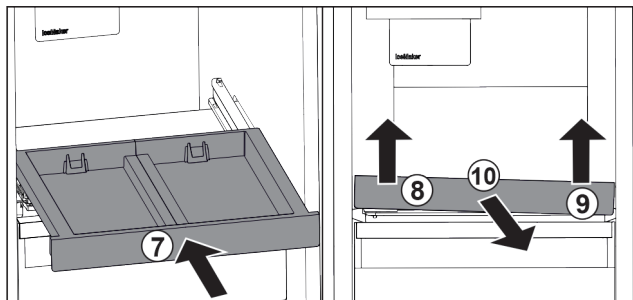

Fig. 86
- ▶ Skyv inn uttreksplaten. Fig. 86 (7)
- ▶ Løft opp uttreksplaten på venstre side foran. Fig. 86 (8)
- ▶ Løft opp uttreksplaten på høyre side foran. Fig. 86 (9)
- ▶ Ta ut uttreksplaten forover. Fig. 86 (10)